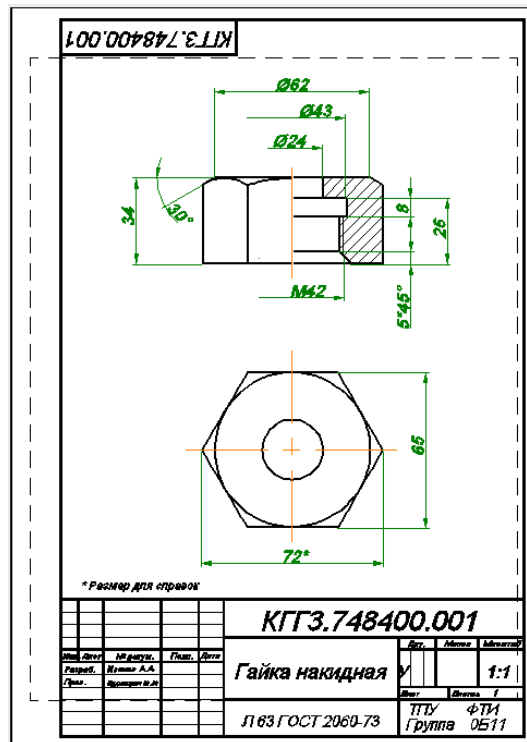

Рис. 3.21. Рабочий чертеж.
- Полученный рабочий чертеж гайки приведен на рис. 3.21.